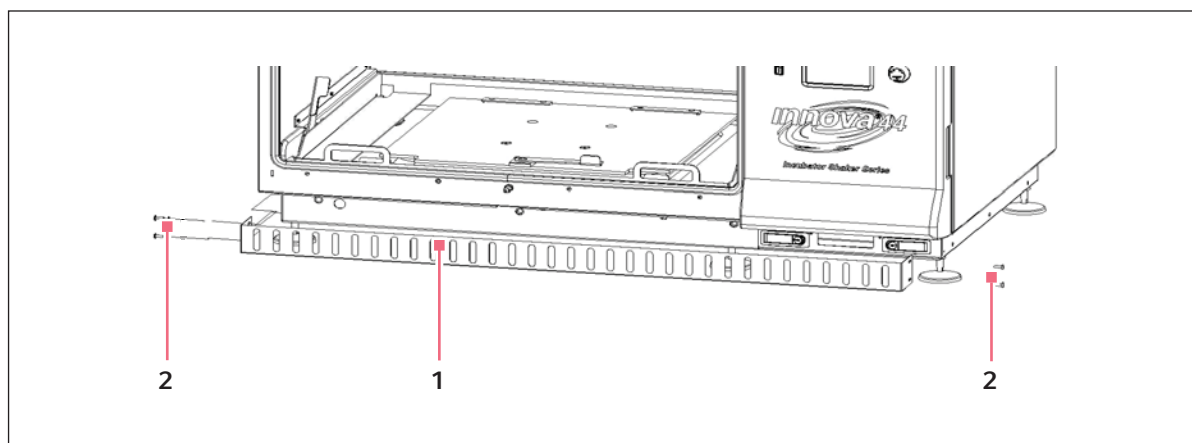

Рис. 6-1: Установка передней решетки
3. Удерживайте переднюю решетку на месте (см. рис. 6-1 на стр. 22) и снова установите винты с накатанной головкой.